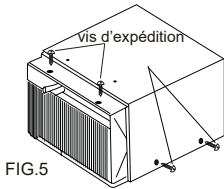

FIG.5
- Retirez les vis d'expédition du haut de l'unité et du côtés depuis la base si installé. Ces vis seront nécessaires pour la réinstallation ultérieure (Voir FIG.5)